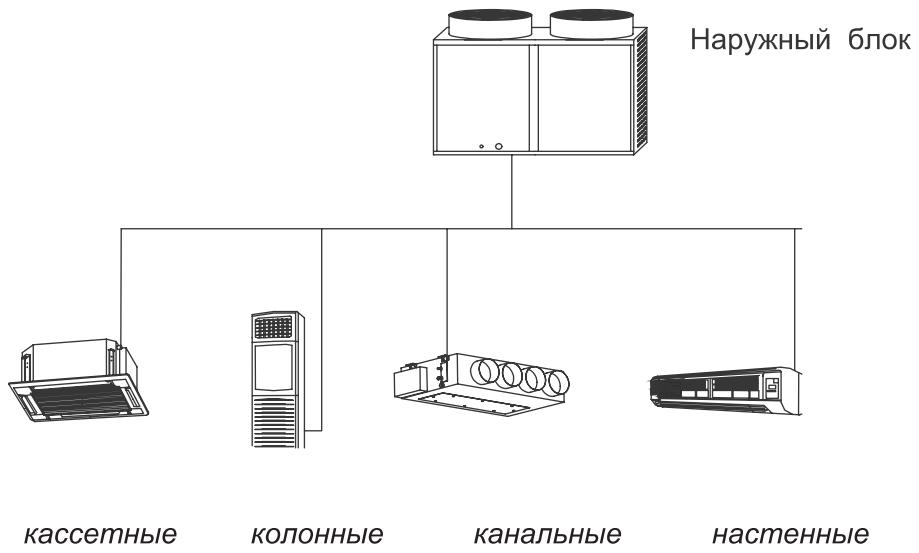

Рис.1.1.1
- Мультизональная система GMV представляет собой установку, которая состоит из одного наружного и нескольких внутренних блоков. К одному наружному блоку в зависимости от мощности возможно подключение до 16 –ти внутренних блоков различной мощности и модификации - кассетные, настенные, канальные и колонные. (рис. 1.1.1)